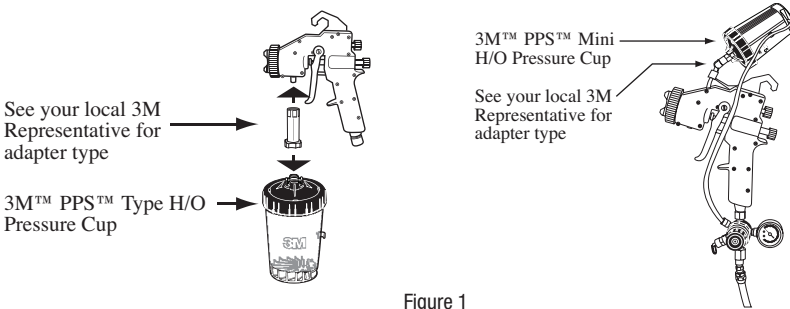

Figure 1
- Il faut un adaptateur de pistolet de pulvérisation SPAP™ 3M™ (vendu séparément) pour fixer le récipient pour pistolet de pulvérisation à pression de type H/O SPAP™ 3M™ au pistolet de pulvérisation. Référence, figure 1
1. Insérer au besoin la bande indicatrice de rapport de mélange SPAP™ 3M™ (3) dans le récipient pour pistolet de pulvérisation à pression de type H/O SPAP™ 3M™ (1). Sinon, insérer l'enveloppe SPAP™ 3M™ (4) dans le récipient pour pistolet de pulvérisation à pression de type H/O SPAP™ 3M™ (1) et ajouter la quantité voulue d'enduit à pulvériser (au plus 0,95 L ou 1 pinte).
2. Mettre un couvercle SPAP™ 3M™ (5) sur l'enveloppe SPAP™ 3M™ (4) et appuyer pour fixer.
3. Aligner l'ouverture de l'ensemble manchon à collier de retenue (6) avec les languettes de verrouillage du couvercle SPAP™ 3M™ (5a), puis serrer à la main en tournant dans le sens des aiguilles d'une montre sur le récipient pour pistolet de pulvérisation à pression de type H/O SPAP™ 3M™ (1).
4. Si l'enduit n'est pas pulvérisé immédiatement, on peut insérer un bouchon SPAP™ 3M™ (7) dans le bec du couvercle pour sceller le contenant.
5. Lorsque le contenu est prêt à être pulvérisé, retirer le bouchon SPAP™ 3M™ (7), le cas échéant, et raccorder le pistolet de pulvérisation avec l'adaptateur déjà installé, sur le récipient pour pistolet de pulvérisation à pression de type H/O SPAP™ 3M™. Référence, figure 1
6. Fixer le tuyau d'air comprimé du récipient (2) au pistolet de pulvérisation et l'amener à la prise de pression du récipient pour pistolet de pulvérisation à pression de type H/O SPAP™ 3M™. Le collier de serrage du tuyau (1a) situé sur le récipient peut être utilisé pour tenir fermement le tuyau en place pendant la pulvérisation.